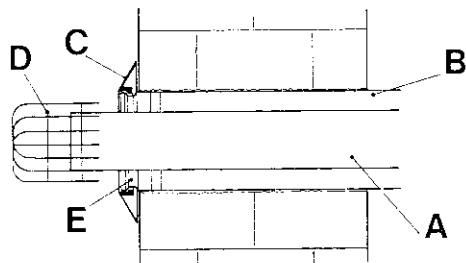

Fig 1
La caldaia viene fornita di serie (vedi Fig. 1) con un tubo di scarico A di \varnothing 60 mm e lunghezza 850 mm munito di un terminale D, di tubo aria B di \varnothing 100 e lunghezza 795 mm, di un collare in gomma (C) per l'esterno e di una curva concentrica con fascette per il montaggio (E).
- Preparare i tubi tagliandoli alla lunghezza appropriata al tipo di installazione, quindi introdurre il tubo fumi nel tubo aria fino a raggiungere il fermo E (Fig 1) posto all'estremità della guaina. Se l'operazione è eseguita correttamente, la sporgenza del tubo fumi \varnothing 60 rispetto al tubo aria \varnothing 100, risulterà di 7,5 mm